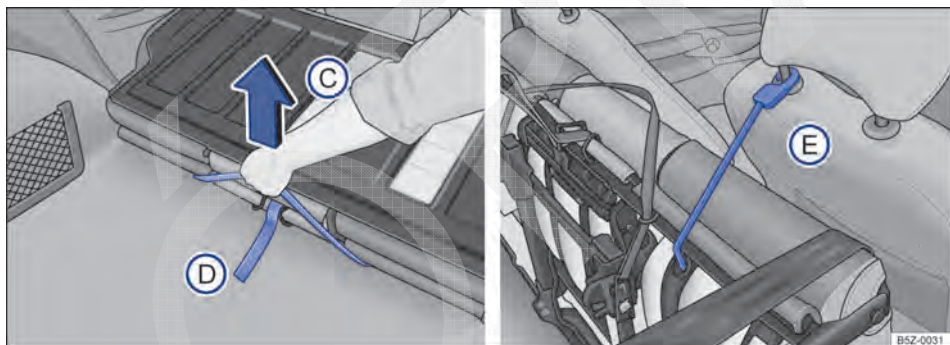

Fig. 78 Banco traseiro: alça para destravamento do conjunto do assoalho (C); cinta elástica vermelha para fixação na haste do apoio para cabeça (D).
- Puxar a alça preta ⇒ **Fig. 78**  para destravar o conjunto do assoalho e, ao mesmo tempo, levantar **cuidadosamente** na direção dos bancos dianteiros.
- Localizar a cinta elástica vermelha alojada na parte inferior do assento do banco e, encaixar o gancho dessa cinta na haste do apoio para cabeça do banco do passageiro ⇒ **Fig. 78** , imobilizando o conjunto.
- Soltar o gancho da cinta elástica vermelha da haste do apoio para cabeça do banco do passageiro ⇒ **Fig. 78**  e, encaixar debaixo do banco traseiro.
- Puxar a alça vermelha ⇒ **Fig. 78**  para destravar o encosto e, ao mesmo tempo, recolocar o encosto na posição original.